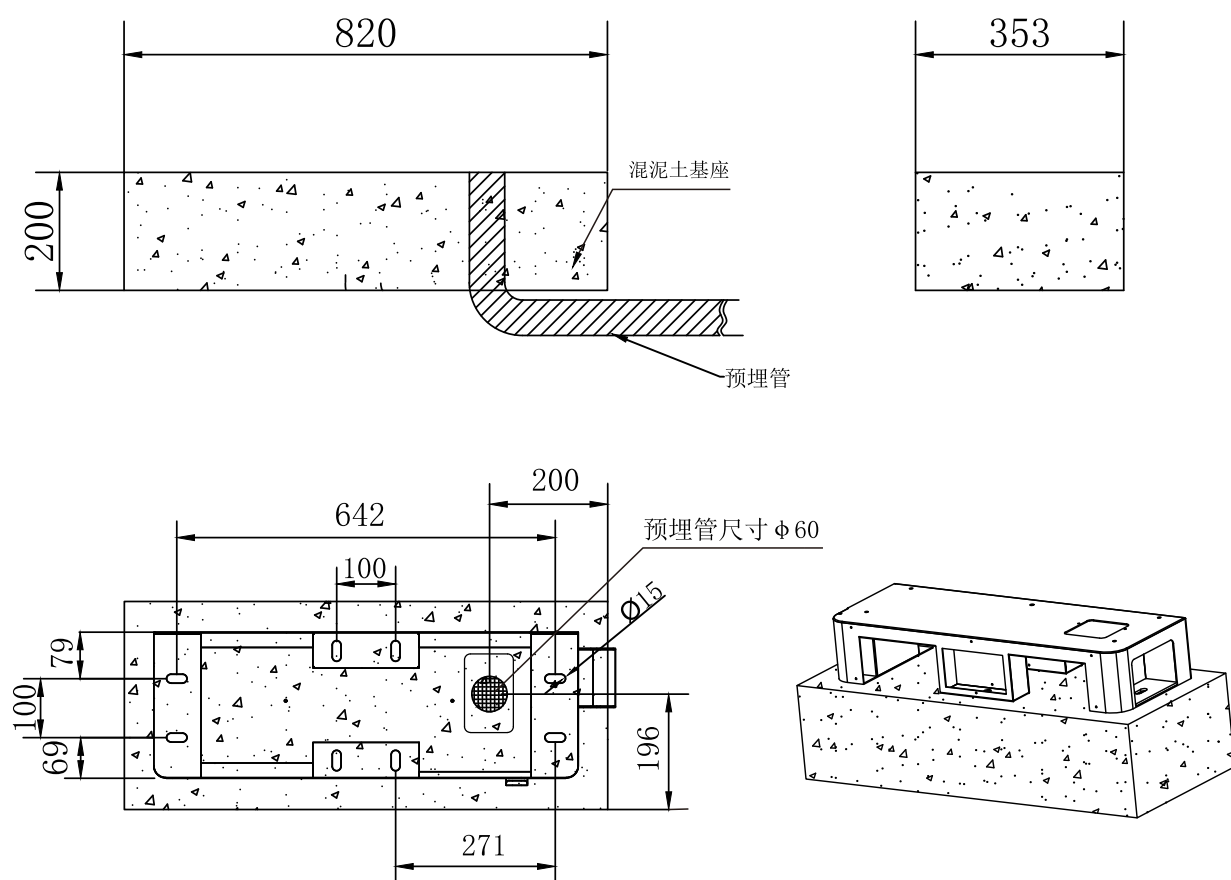

图 4-7 水泥基座外形尺寸及开孔尺寸
- (2) 充电桩需安装在水泥基座上，水泥基座高于地面长宽高尺寸不小于820\*353\*200，且充电桩底座固定在水泥基座上时，单边预留宽度大于50mm；水泥基座示意图见图4-7；
- (3) 按充电桩底座安装孔尺寸，对应在水泥基座上钻4个直径15mm深度100mm的孔，然后膨胀螺栓穿墙膨胀部分插入钻好的孔里；
- (4) 在水泥基座对应充电桩进线孔处预留进线管道，预埋管道直径Φ60。
- (5) 将桩体安装孔对应水泥基座安装孔放置，用螺栓 M14x80 打紧锁牢；
- (6) 充电桩必须有可靠的接地连接，接地电阻必须≤4Ω。